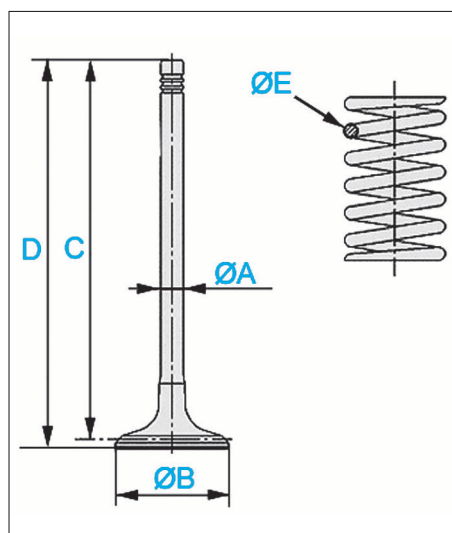

FIG. 6
Diamètre (E) (Fig.6) du fil : 3 ± 0,03 mm.
Cotes (Fig.6)